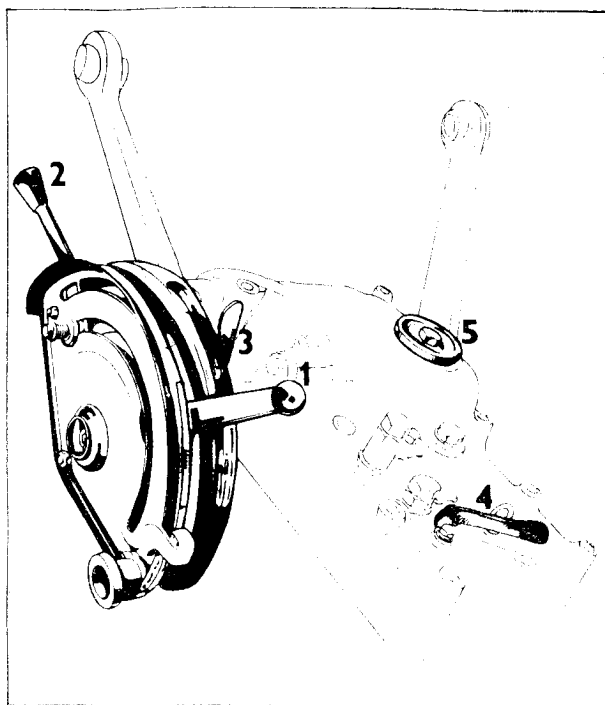

Fig. 6
1. Levier de commande du circuit extérieur de relevage hydraulique (fig. 6/1).
2. Levier de commande du circuit intérieur de relevage hydraulique (fig. 6/2).
3. Levier sélecteur de relevage hydraulique (fig. 6/3)
4. Manette de commande de la vitesse de réaction (fig. 6/4). <https://truckmanualshub.com/>
5. Bouchon magnétique du filtre à huile de relevage hydraulique (fig. 6/5).